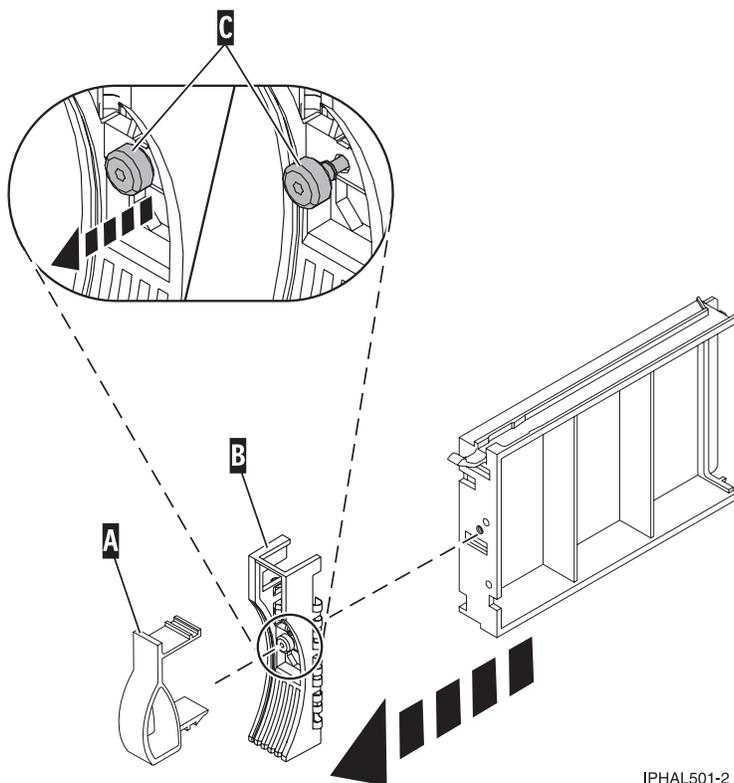

Figure 42. Retrait du panneau frontal d'une unité de disque
1. Sur l'unité de disque ou de l'obturateur d'unité de disque retiré, retirez doucement le loquet du panneau frontal de l'unité de disque (A) du bord avant de l'obturateur (voir figure 42.)
2. Dévissez et retirez la vis moletée (C) pour dégager le panneau frontal (B) du bord avant de l'obturateur.